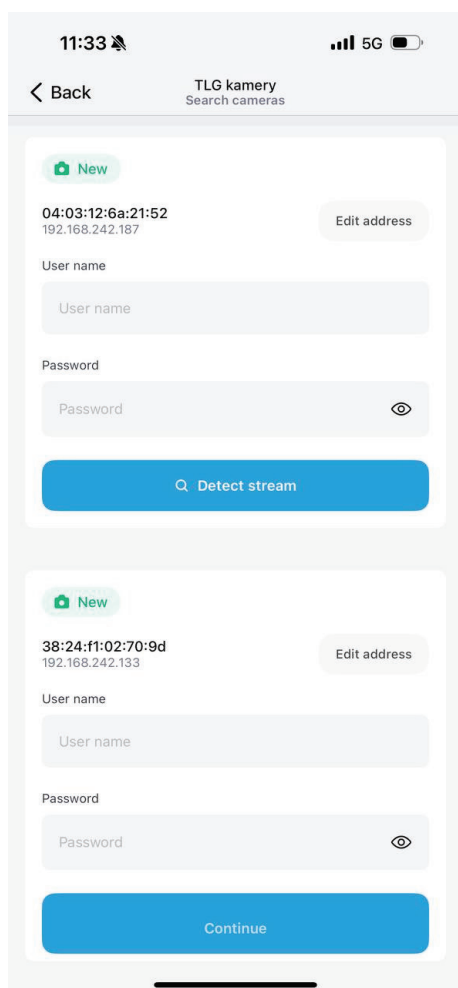
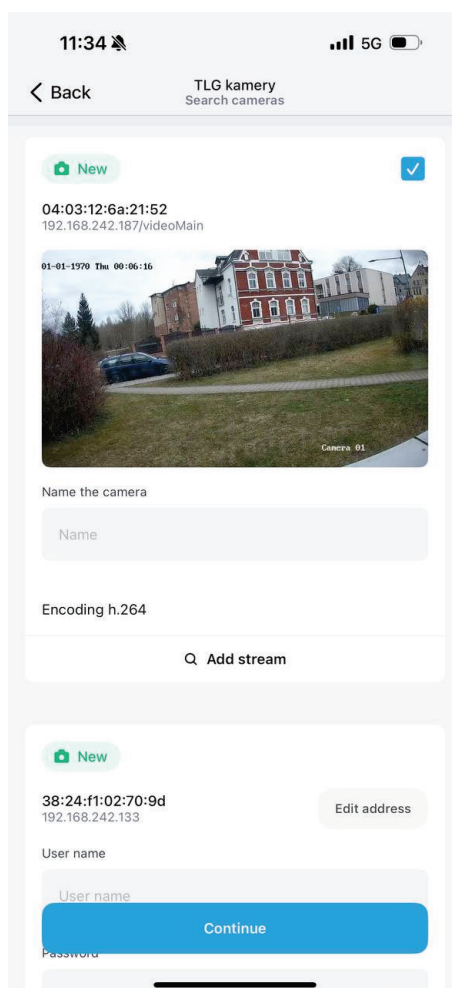

Рис. 3: обнаружение потока
Рис. 4: предварительный просмотр потока
5. После загрузки камер по MAC-адресу или IP-адресу введите имя и пароль камер, которые вы хотите зарегистрировать, и нажмите кнопку Detect stream (рис. 3). После этого появится предварительный просмотр изображения с камеры, выберите камеру для регистрации, установив флажок в правом верхнем углу (Рисунок 4). Выбрав Add stream, вы можете подключить, например, записывающее устройство с несколькими камерами (рис. 7). Отдельные потоки могут быть определены идентификатором (videoSub). Например, для камер Hikvision: <имя пользователя>:<пароль>@<адрес>:<порт>/Streaming/Channels/videoSub/. У каждого производителя своя форма обозначения (рис. 6).